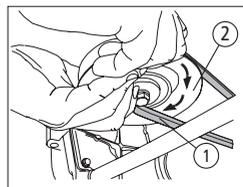

Fig. 30
- Puxe o lado esquerdo da correia (1) para trás e para baixo enquanto gira manualmente a polia (2) para a direita até que a correia deslize para fora sobre a borda inferior da polia. Se puxar o lado direito da correia, gire a polia para a esquerda, [Fig. 30].
- Enquanto segurar a correia (1) para baixo, continue a girar a polia (2) até que a correia deslize para fora da polia, [Fig. 30].